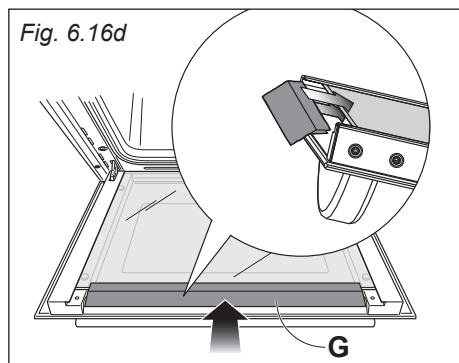

Fig. 6.16d
- **Solo per alcuni modelli:** Rimontare correttamente il profilo superiore "G" della porta (fig. 6.16d).